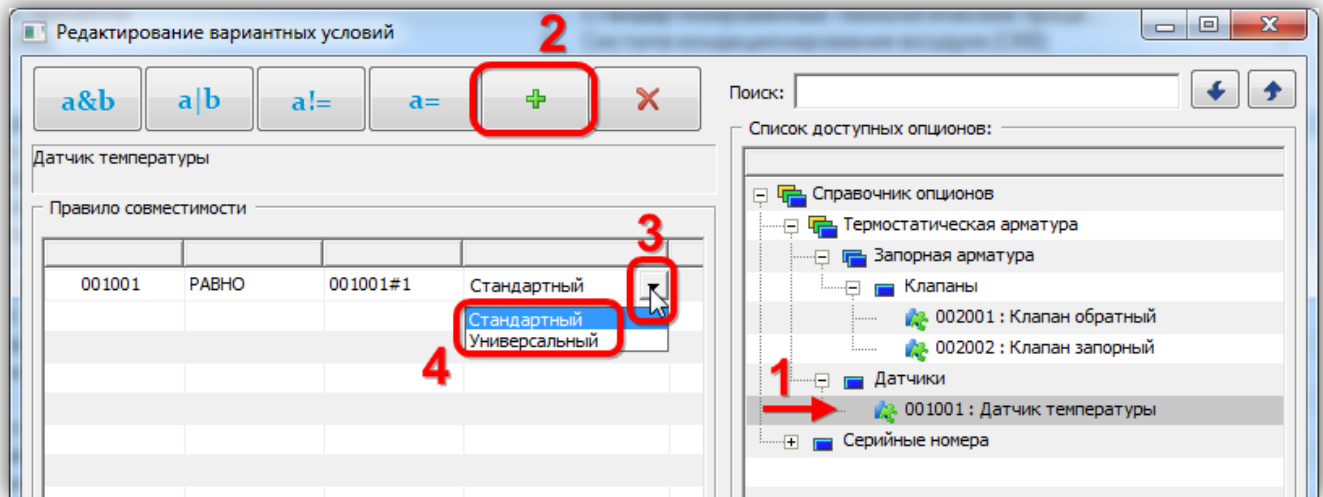

Рис. 10-222 – Создание вариантного правила
4) После этого откроется окно «Редактирование вариантных условий» (рис. 10-222).